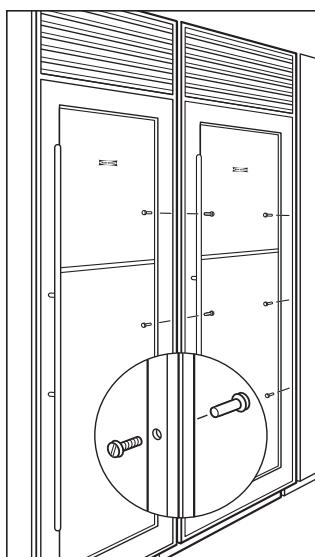

Fig. 11
- Percez trois trous de 5 mm dans les deux moulures extérieures. Reportez-vous à la figure 11 ci-après.